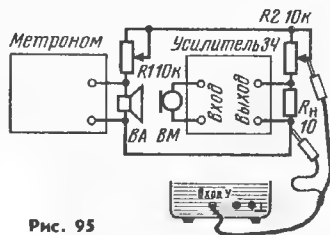

Рис. 95
**Акустическая локация.** Этот опыт является продолжением предыдущего, но к уже имеющемуся усилителю добавляется метроном (рис. 95), который может быть собран по любой известной вам простой схеме (например, по схеме